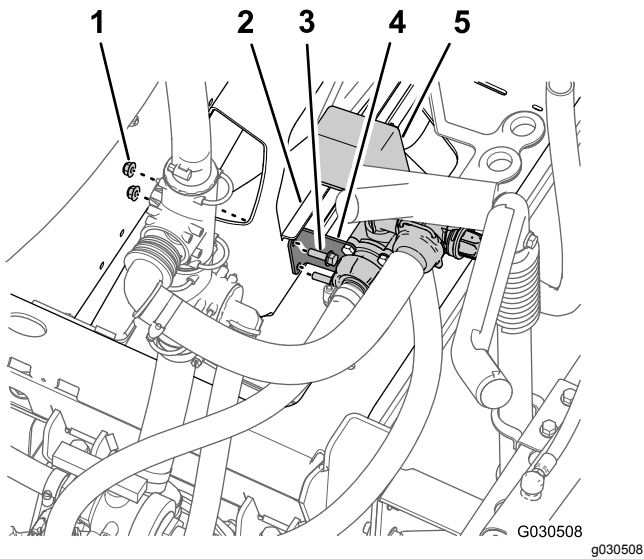

Рисунок 68
7. Выверните две фланцевые контргайки (5/16 дюйма) и два болта с фланцевыми головками (5/16 x 1 дюйм), которые крепят опорный кронштейн клапана перемешивания к креплению коллектора (Рисунок 68).